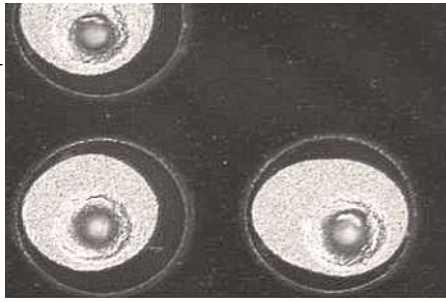

Bild 3: Typisches ungefülltes Microvia, gesehen von oben.
- Gefüllte vs. ungefüllte Microvias (Bild 3)